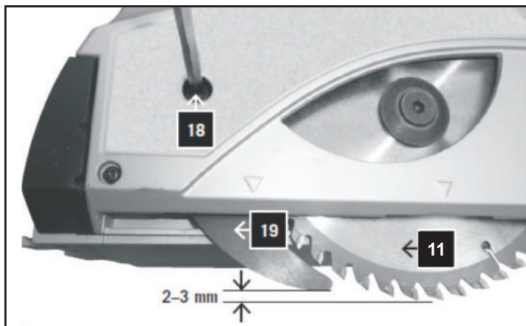

Рис. 7
При заглублении пильного диска (поз. 11, Рис. 7) расклинватель (поз. 19, Рис. 7) заглубляется вместе с ним. При максимальном заглублении пильного диска край расклинвателя должен не доходить до края диска 2-3 мм (Рис. 7).
- ослабить винт крепления расклинвателя (поз. 19, Рис. 7)
- зафиксировать расклинватель винтом (поз. 18, Рис. 7)